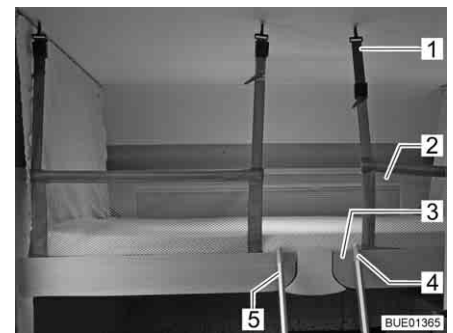

Fig. 113 Cama elevada con red de seguridad tendida
Red de seguridad La red de seguridad (Fig. 113,2) con los cinturones de retención se encuentra en la cama elevada, debajo del colchón. Tender la red de seguridad cuando las personas ya se encuentren en la cama elevada.
- Enganchar los cinturones de retención (Fig. 113,1) en los ganchos del techo.
Escalera de ascenso Acceder a la cama elevada únicamente a través de la escalera de ascenso (Fig. 113,5).
- Enganchar la escalera de ascenso (Fig. 113,5) con las dos horquillas (Fig. 113,4) en el agarradero (Fig. 113,3) de la cama elevada.
- Desenganchar la escalera de ascenso (Fig. 113,5) del agarradero (Fig. 113,3) de la cama elevada.